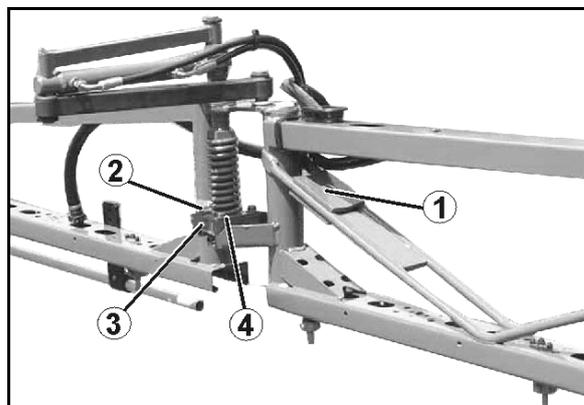

Fig. 146
1. Dévissez le capuchon magnétique (Fig. 146/1).
2. Retirez la bobine magnétique (Fig. 146/2).
3. Dévissez la tige de distributeur (Fig. 146/3) m avec les sièges de soupapes et nettoyez-à l'air comprimé ou à l'huile hydraulique.